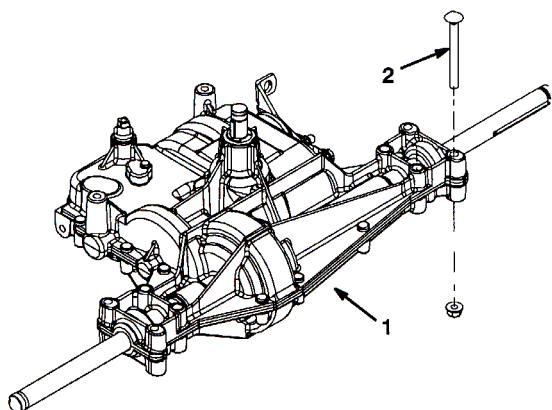

図1
3. トランス・アクスルの各端部をフレームに固定しているキャリッジ・ボルト2本を外す(図1)。